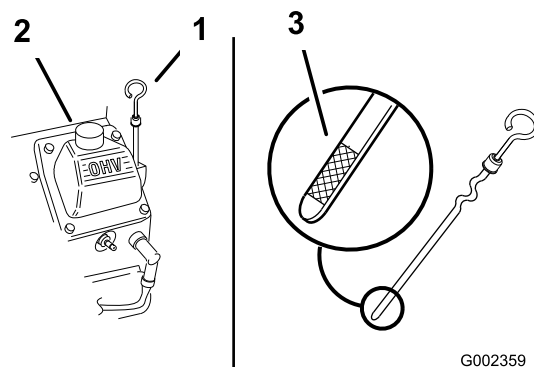

Figure 21
- Retirez la jauge d'huile et essuyez soigneusement son extrémité (Figure 21).
- Remettez la jauge au fond du tube de remplissage, mais sans la visser (Figure 21).
- Nettoyez la surface autour de la jauge d'huile (Figure 21) pour éviter que des impuretés ne
6. Versez avec précaution environ 80% de la quantité d'huile spécifiée dans le goulot de remplissage (Figure 21).